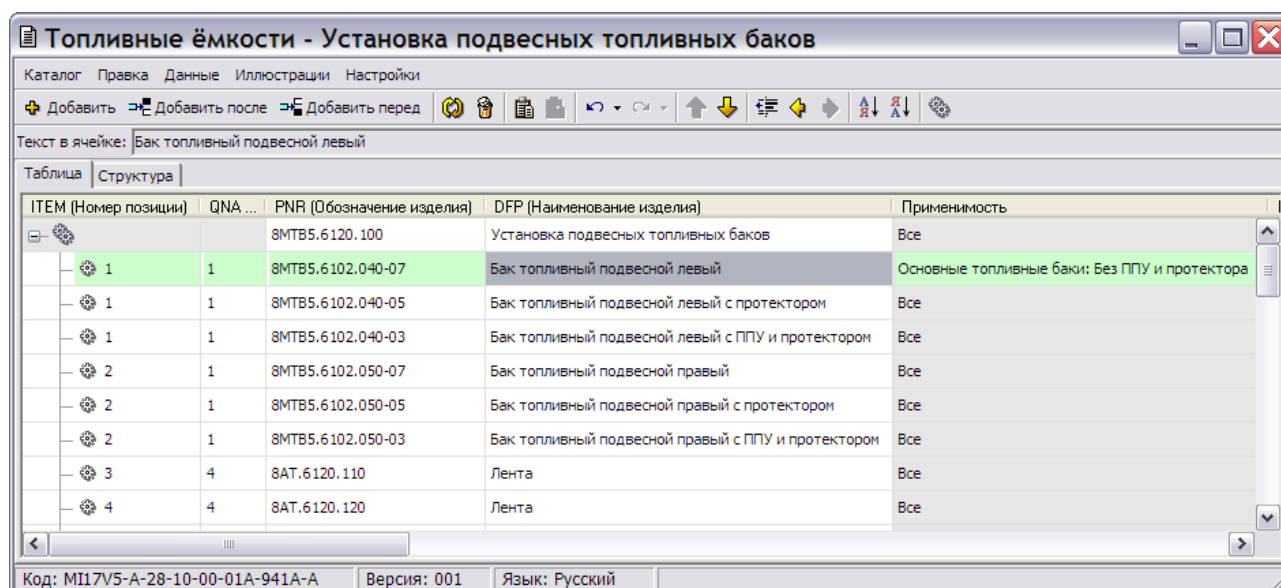

Рис. 22.70
7. Выделите созданную применяемость «Основные топливные баки: без ППУ и протектора» и нажмите на кнопку **Выбрать применимость**. После этого произойдет переход в редактор электронного каталога. Строка с указанной применяемостью будет окрашена. В столбце «Применимость» отображена созданная применяемость (Рис. 22.70).